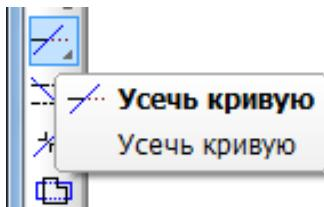
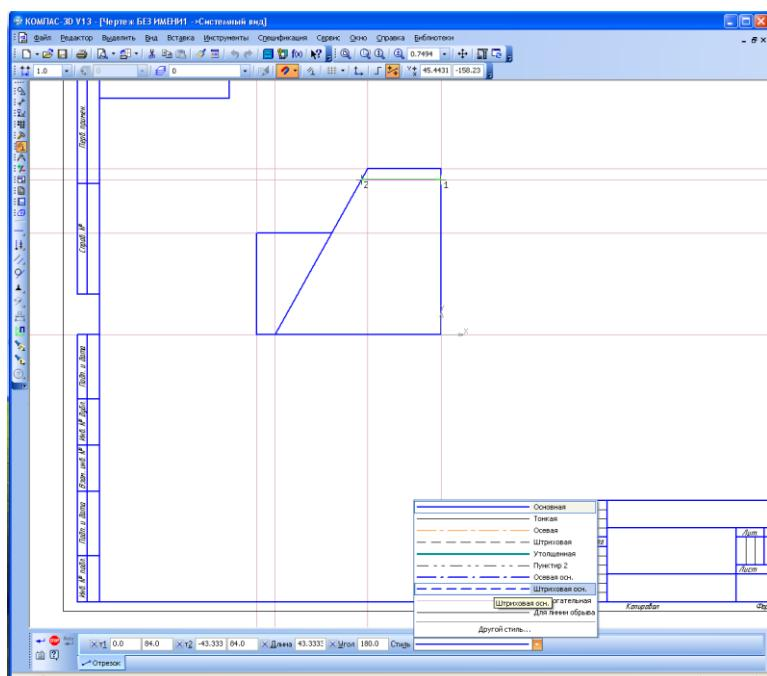

Рис. 4.19. Команда «Усечь кривую»
Рис. 4.20 Усечение кривых и построение невидимой линии
4. Выполним усечение кривых и построение невидимых линий. Для усечения кривых воспользуемся командой «Усечь кривую» из панели команд «Редактирование» (рис. 4.19 и рис. 4.20).